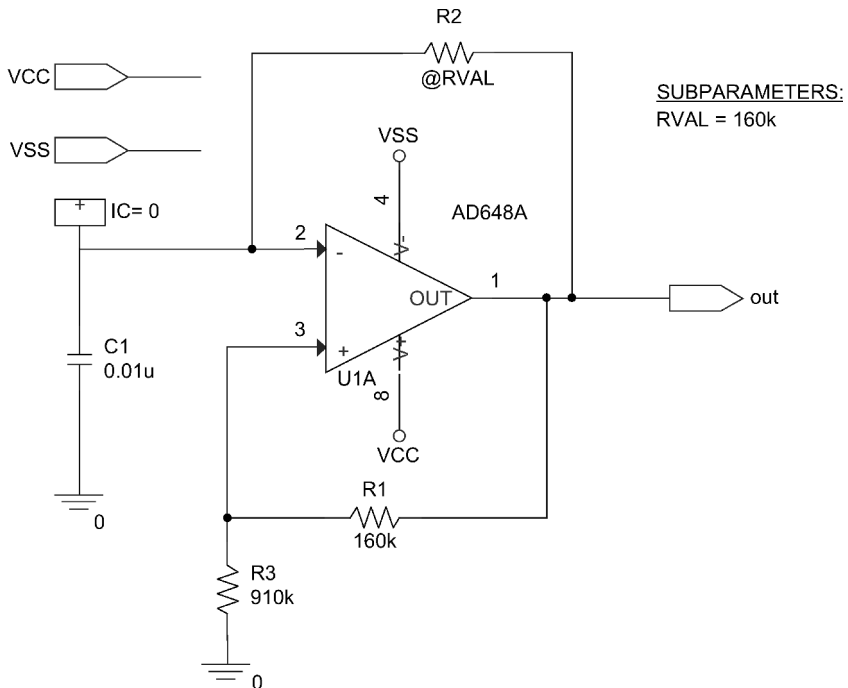

图 20.34 设置 R2 为层电路参数
1. 按照如图 20.34 所示修改 osc125Hz 电路。子参数元器件选自 special 元器件库。
- 如图 20.34 所示，在原理图中输入 @RVAL 替换 R2 的参数值。